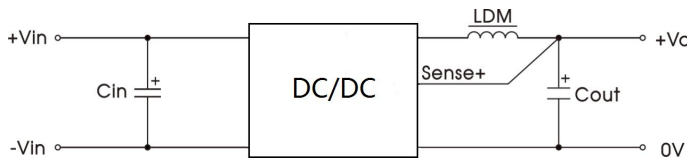

图 2
- ① Ctrl 控制引脚的电压是相对于输入引脚 GND;
- ② 纹波噪声测试时具体操作方法参见图 2 及《非隔离模块电源应用指南》;
- ③ 过温保护形式为产品输出关断;
- ④ 使用 Trim 和 Sense 时, 24VDC 输出型号需满足 $V_{in} \geq 34VDC$, 36VDC 输出型号需满足 $V_{in} \geq 48VDC$;
- ⑤ 引脚耐焊接温度非烙铁实际设定温度, 为良好焊接焊点所需的温度。客户实际设定温度需根据 PCB 厚度、覆铜大小差异, 烙铁功率、烙铁头选择不同综合设定;
- ⑥ 开关频率随输入电压和负载变化, 范围在 110 - 750kHz 之间。
(1)产品测试及应用时, 请按照(图2)推荐的测试电路进行; 务必输入端外接一个电解电容 C_{in} , 用于抑制输入端可能产生的浪涌电压, 输出端外接一个电感和电解电容 C_{out} , 用于输出滤波。